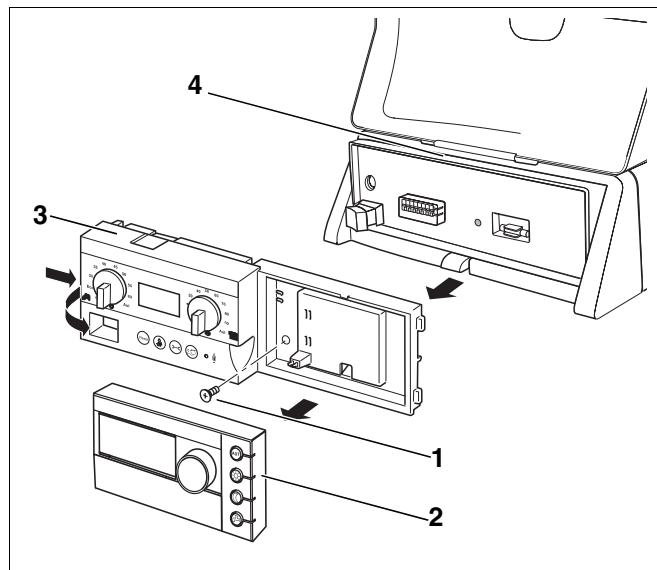

Рис. 5 Демонтаж RC30/BC10
Для замены предохранителя нужно снять главный регулятор BC10 (рис. 5, поз. 3) с системы управления MC10 (рис. 5, поз. 4). Выполните следующее:
- Снять пульт управления RC30 (рис. 5, поз. 2) и открутить фиксирующий винт (рис. 5, поз. 1, если имеется).
- Нажать на фиксирующие язычки на главном регуляторе BC10 и снять его с корпуса по направлению стрелки (рис. 5).